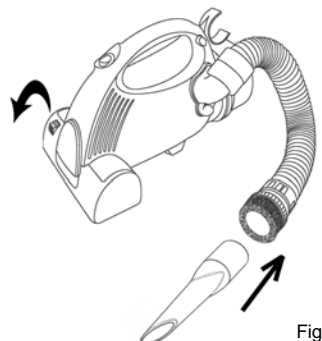

Fig. 5
4. To use the flexible hose with the crevice tool, make sure that the brush is in the storage position and insert the crevice tool into the opening of the hose. (Fig. 5)
4. Pour utiliser le boyau souple avec le suceur plat, assurez-vous que la brosse est dans sa position de rangement et insérez le suceur plat dans l'ouverture du boyau. (Fig. 5)